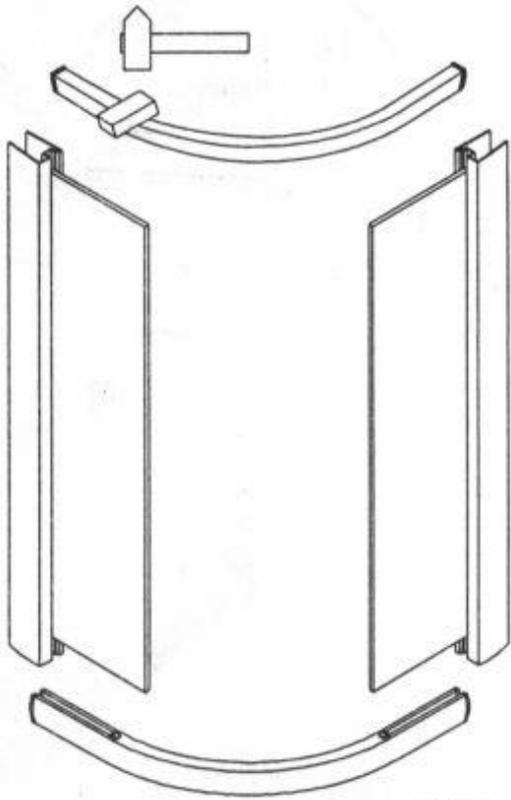
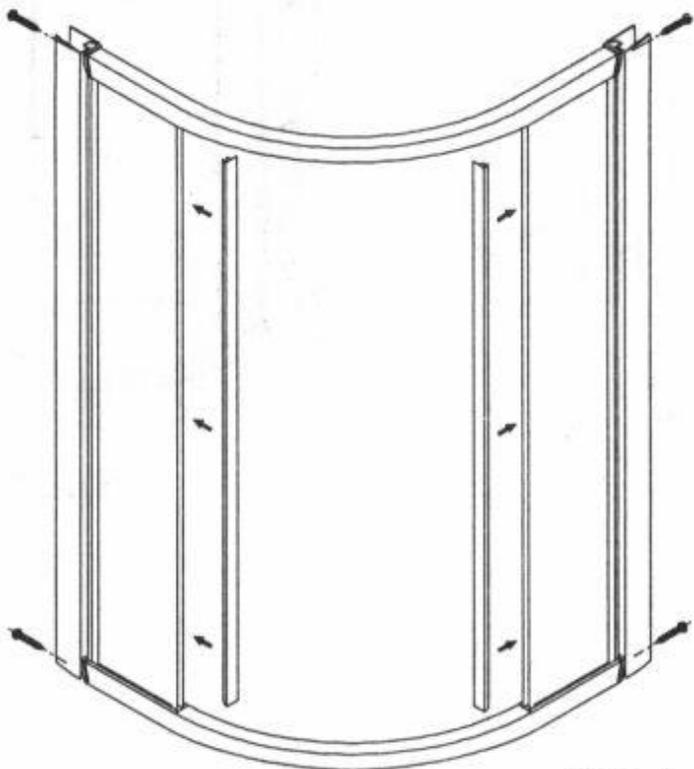

Рис. 3
Рис. 4
4. Соберите каркас кабины, соединив верхние и нижние профиля с неподвижными панелями (рис. 3), скрепите их между собой с помощью шурупов (рис. 4).